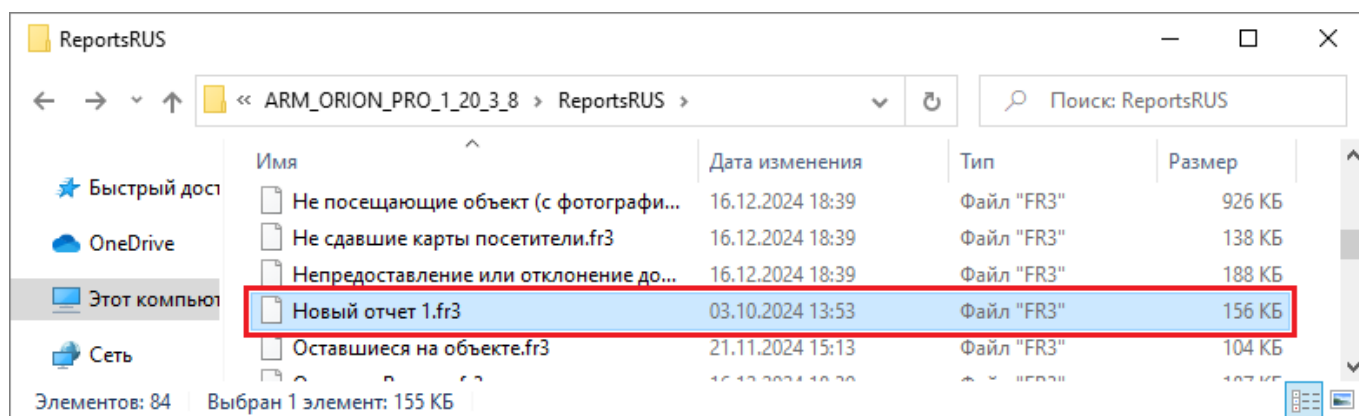

Рисунок 11-294 Макет отчета в папке ReportsRUS
- в папку «ReportsRUS», находящуюся в папке с установленным АРМ «Орион Про», будет добавлен макет добавленного отчета (см. Рисунок 11-294).